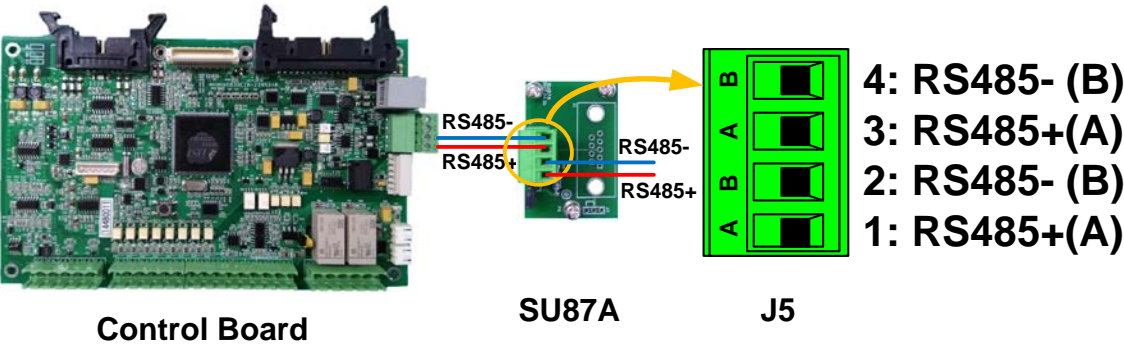

图 1.1-2 小容量NV变频器的通讯接线
5.5~22Kw小容量变频器需要通过扩展板(SU87A)和PLC连接。如图1.1-2从控制板的J13连接器出来的线与SU87A板的J5连接器（4Pin female）连接，其余的Pin通过外部线连接PLC。J5连接器的1,3Pin使用RS485+(Aout)，2,4Pin使用RS485-(Bout)。